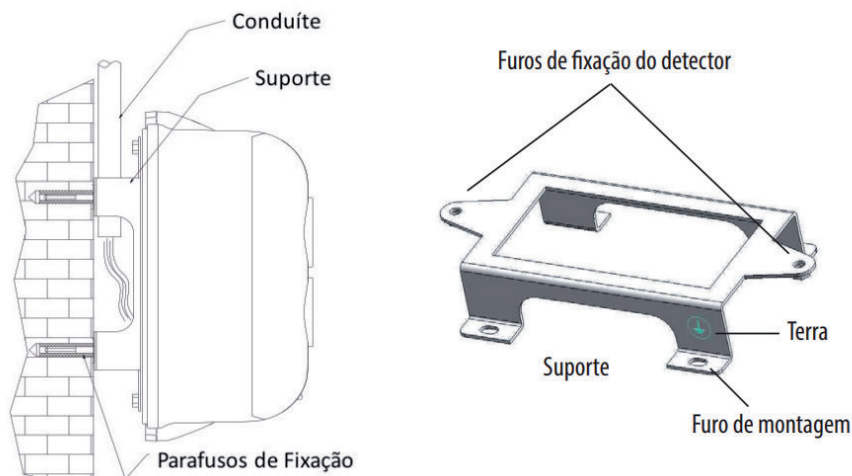

Fig. 10
(2) Conduíte na Superfície da parede
- g. Método de montagem é mostrado na Fig. 10